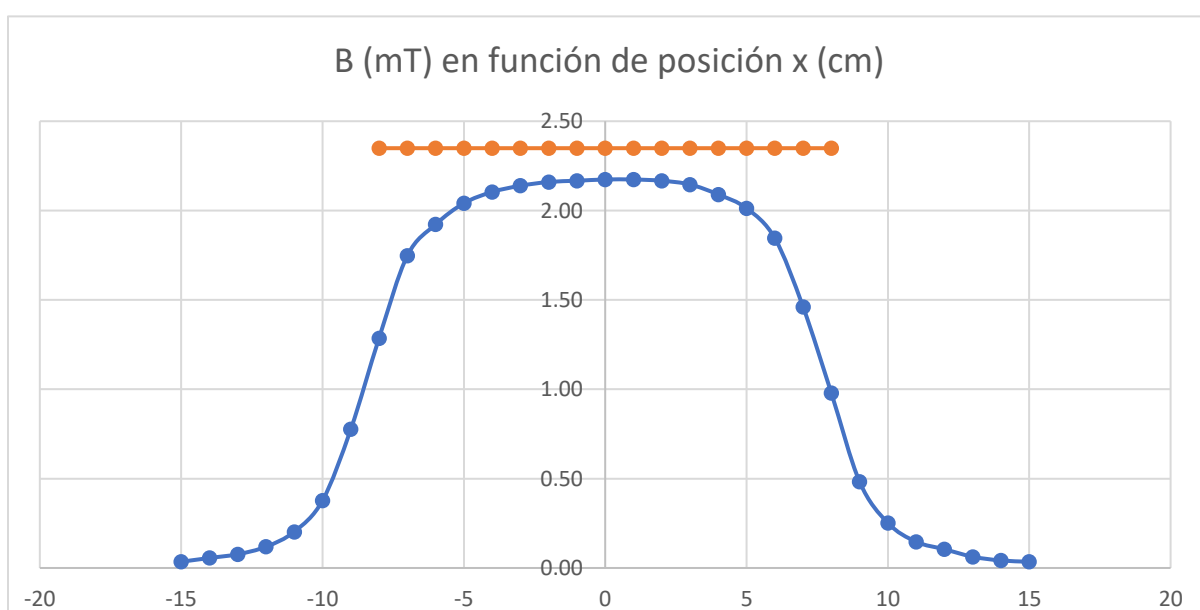

Figura 6
- Utilizando la inserción de gráficos de *Excel* realiza una representación de los valores de  $B$  que has obtenido a lo largo del eje del solenoide frente a la posición  $x$ . Compara cualitativamente tu gráfica con la que aparece en la figura 1. En la figura 6 se muestra un ejemplo de representación, con  $N=300$  espiras y  $L=16$  cm. Línea azul (valor de  $B$ ), línea amarilla (valor de  $\mu_0 \cdot n \cdot I$ )
- La representación gráfica (tamaño folio) que has realizado, con la inserción de gráficos de *Excel*, representando los valores de B frente a la posición x (similar a figura 6 del guion)